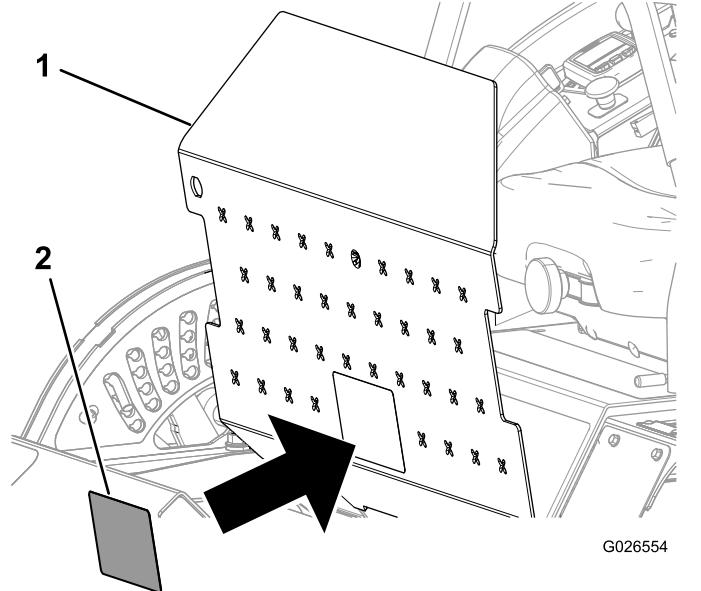

図7
5. フロアプレートを開く図7。
6. 新しいベルト配置ステッカーを、古いステッカーの上から貼り付ける図7。